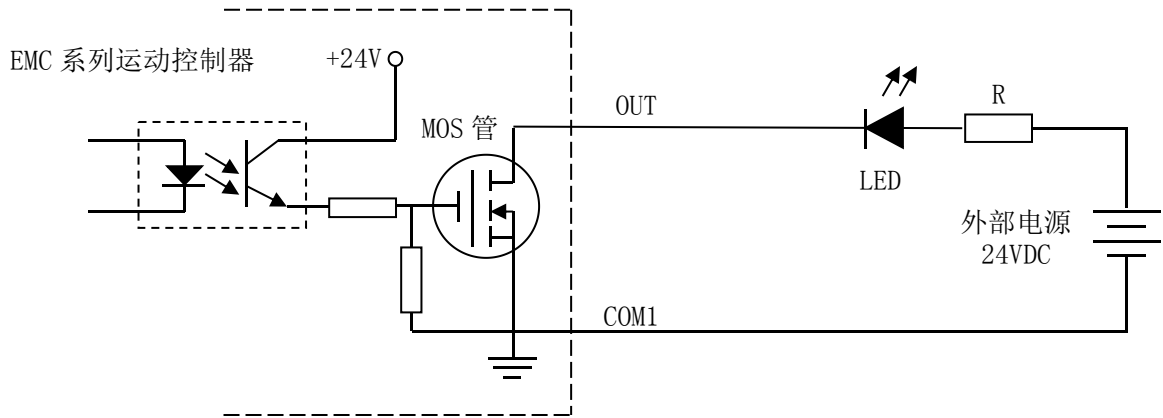

图 3.5 EMC-E3000/5000 系列运动控制器输出接口接发光二极管接线图
1、发光二极管通用数字输出端口控制发光二极管时，需要接一限流电阻 R，限制电流在 10mA 左右，电阻需根据使用的电源来选择，电压越高，使用的电阻值越大。接线图如图 3.5 所示。